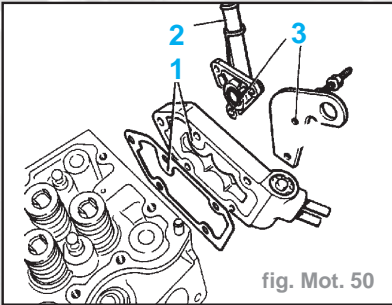

fig. Mot. 50
- un filtre neuf (12),
- le clapet (14) enduit de **Loctite Frenetanch**.
- Reposer (fig. Mot. 50) :